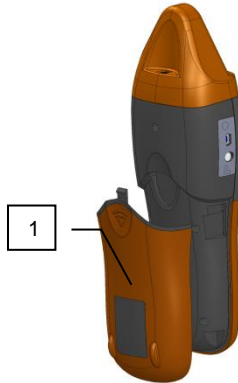

Abb. 16 Batterietausch des Empfängers
- Entfernen der Batteriefachabdeckung 1 - Abb. 16